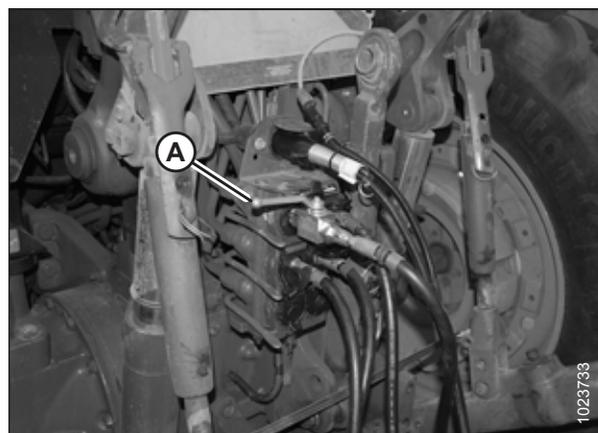
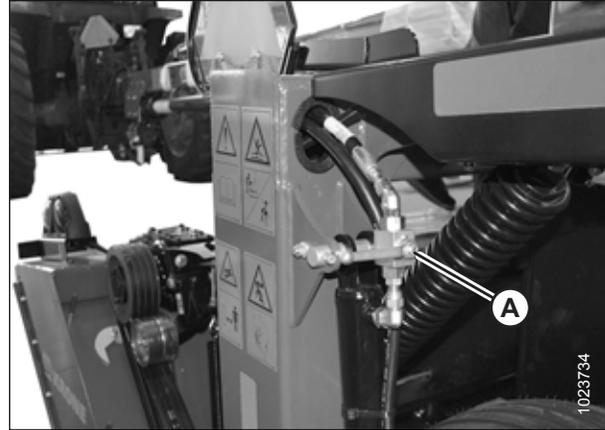

Figure 3.85: Vanne de verrouillage de la direction
Figure 3.86: Clapet de verrouillage du vérin de levage
10. Fermez le clapet de verrouillage de la direction et les deux clapets de verrouillage des vérins de levage en tournant les poignées en position fermée. Pour des instructions, reportez-vous à la figure 3.85, page 81 et à la figure 3.86, page 82.